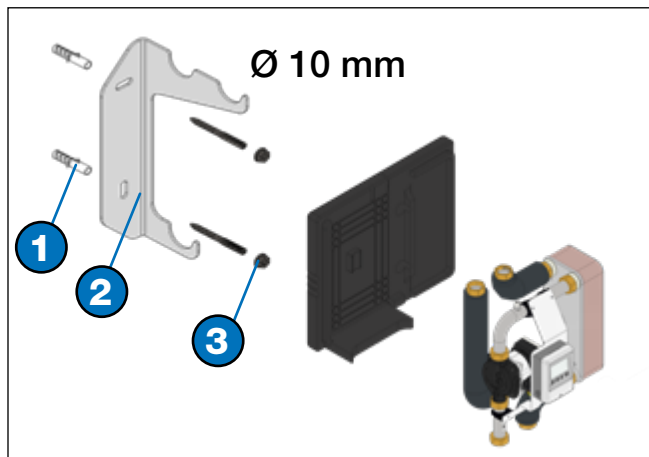

Fig. 8-3: Montage de la station d'eau fraîche au mur
- Pour les étapes 4 à 7, se reporter à la Fig. 8-3.
4. Mettre en place les chevilles (pos. 1).
5. Insérer les vis à double filetage (pos. 3) dans les chevilles.
6. Mettre en place le support mural (pos. 2).